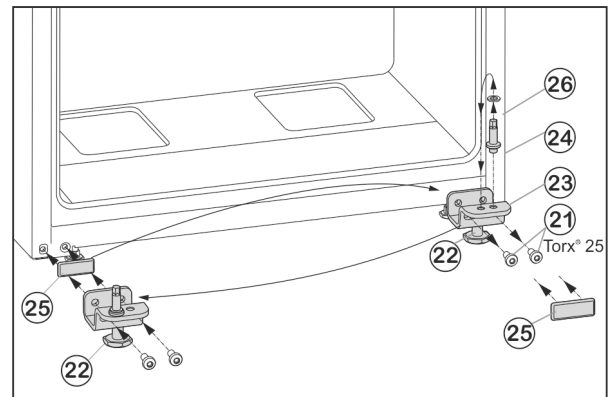

Fig. 7
- ▶ Desserrer les vis de fixation Fig. 7 (21).
- ▶ Retirer l'ensemble du support de palier inférieur Fig. 7 (23) avec le boulon de palier Fig. 7 (24), la rondelle Fig. 7 (26) et le pied de réglage Fig. 7 (22).
- ▶ Dévisser l'ensemble du boulon de palier Fig. 7 (24) avec la rondelle Fig. 7 (26), déplacer le tout dans le trou de préhension du côté opposé du support de palier et revisser fermement.
- ▶ Retirer avec précaution la plaque de recouvrement Fig. 7 (25) et la déplacer du côté opposé.
- ▶ Revisser l'ensemble du support de palier inférieur Fig. 7 (23) avec le boulon de palier Fig. 7 (24), la rondelle Fig. 7 (26) et le pied de réglage Fig. 7 (22) du côté de la nouvelle charnière, au besoin à l'aide d'une visseuse sans fil (en appliquant un couple de 4 Nm).
- ▶ Placer la porte inférieure depuis le haut sur le boulon Fig. 7 (24).
- ▶ Dévisser le pied de réglage Fig. 7 (22) au niveau du support de palier inférieur Fig. 7 (23) jusqu'à ce qu'il repose au sol.